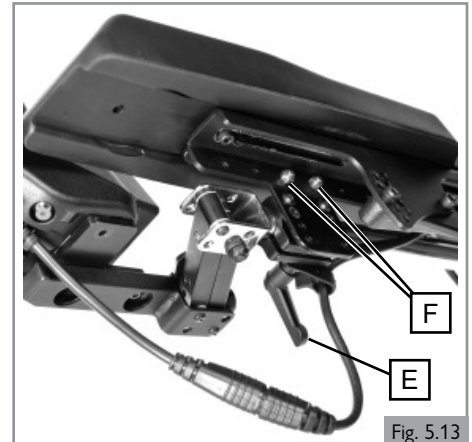

Fig. 5.13
5.8 Position du système de commande par joystick (Fig. 5.13)